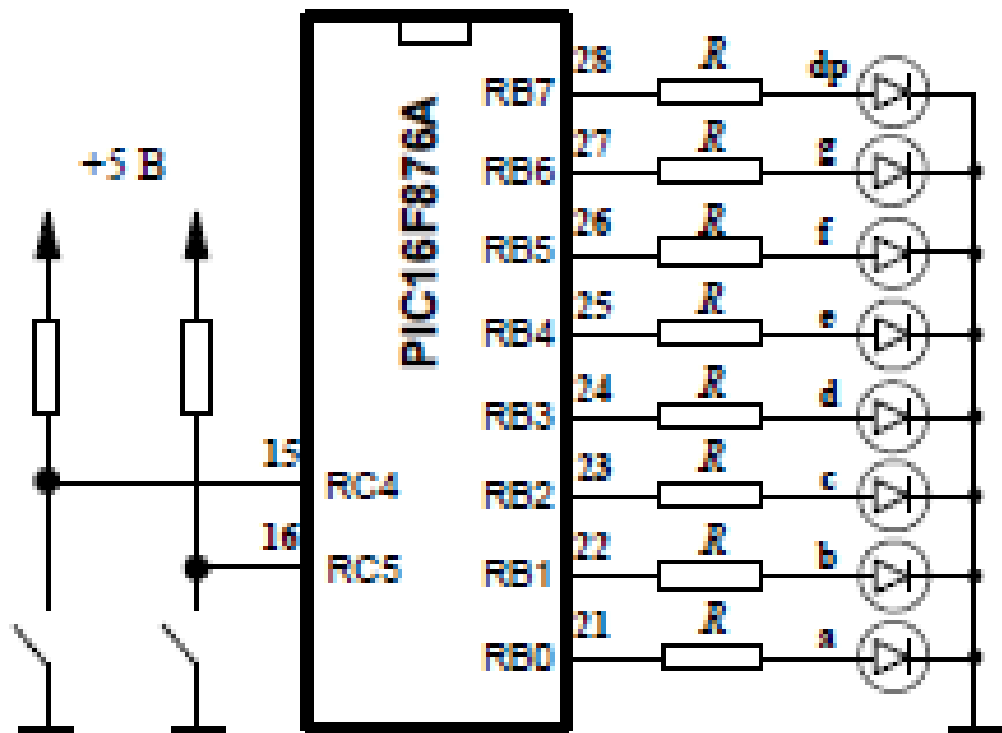

Рис. 5.1. Схема експериментальної макетної плати для вивчення статичної індикації
1. У середовищі Proteus складіть схему приведену на рис. 5.1.